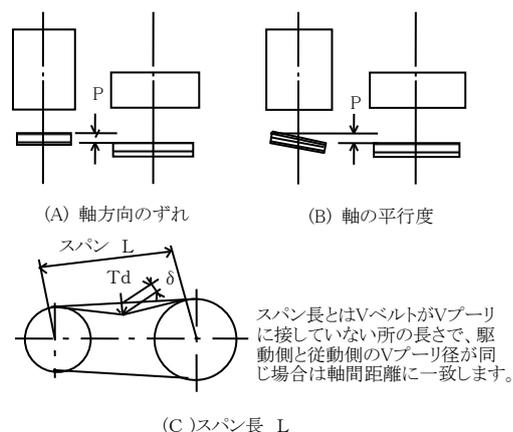
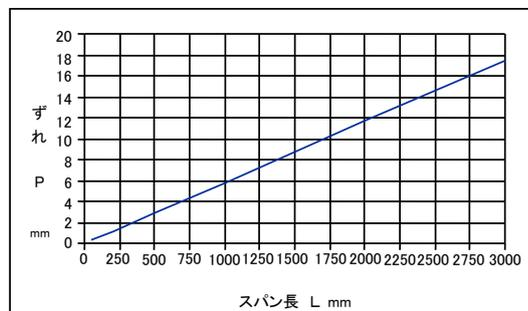
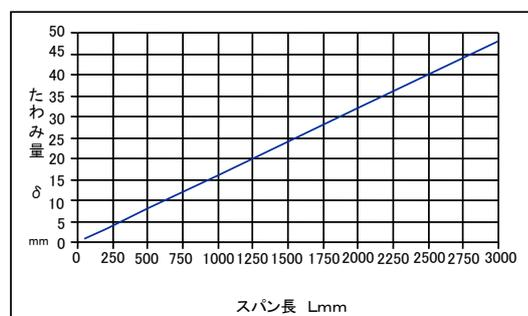

図 10 Vプーリの心出し
図 11 Vプーリのずれ許容寸法 (Pmm)
図 12 Vベルトの必要たわみ量 (δ mm)
- (1) ファンは工場ですくしく心出し調整して出荷していますが、据付終了後再調整してください。
- (2) Vプーリのミスアライメントは、Vベルトの寿命を縮める要因になりますので、正確に調整をしてください。ミスアライメントには、Vプーリの軸方向のずれと軸の平行度の2つが含まれます。図10 (A) が軸方向のずれで、同図 (B) が軸の平行度です。それぞれのずれの許容寸法 (Pmm) は、同図 (C) に示されるVプーリ間のスパン長 (Lmm) により、図11に示された値以下といたします。Vベルトを張った後で許容寸法を確認してください。ずれPは、極力小さく調整してください。
(3) Vベルトは、取付張力が不足するとスリップが発生しやすくなり、Vベルトの寿命に影響を与えます。また、張力が高すぎるとVベルトの寿命を縮めるだけでなく、軸荷重が過大になり、軸受の寿命を縮めます。Vベルトの張り調整は次の手順により行います。
- ・ たわみ量 (δ mm) はスパン長 (L mm) をはかり、図12より求めます。